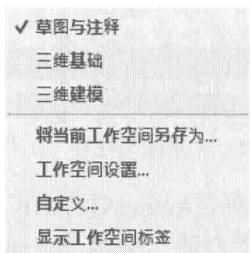

图 1-5 按钮菜单
- ✧ 单击状态栏上的  按钮，从弹出的“按钮”菜单上切换所需空间，如图 1-5 所示。